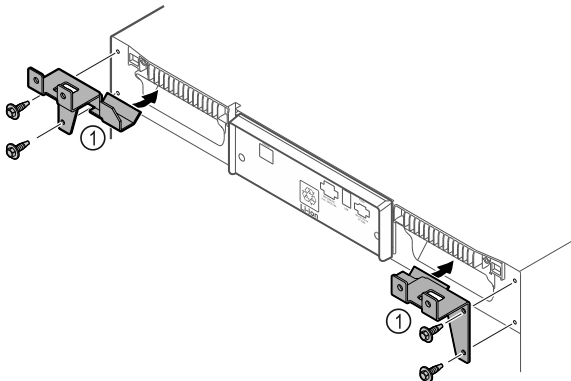

Fig. 8
- Fixer les pièces de retenue Fig. 8 (1) à l'appareil à l'aide des vis fournies.